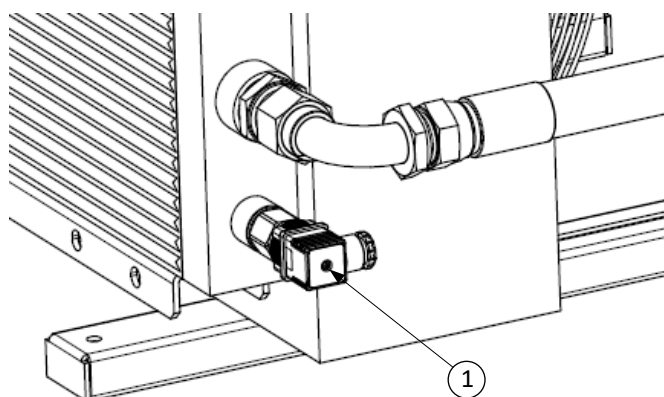

fig. 11
El intercambiador incorpora un termostato que se activa a 50 °C y gobierna la intervención del ventilador (pos. 1 fig. 11)